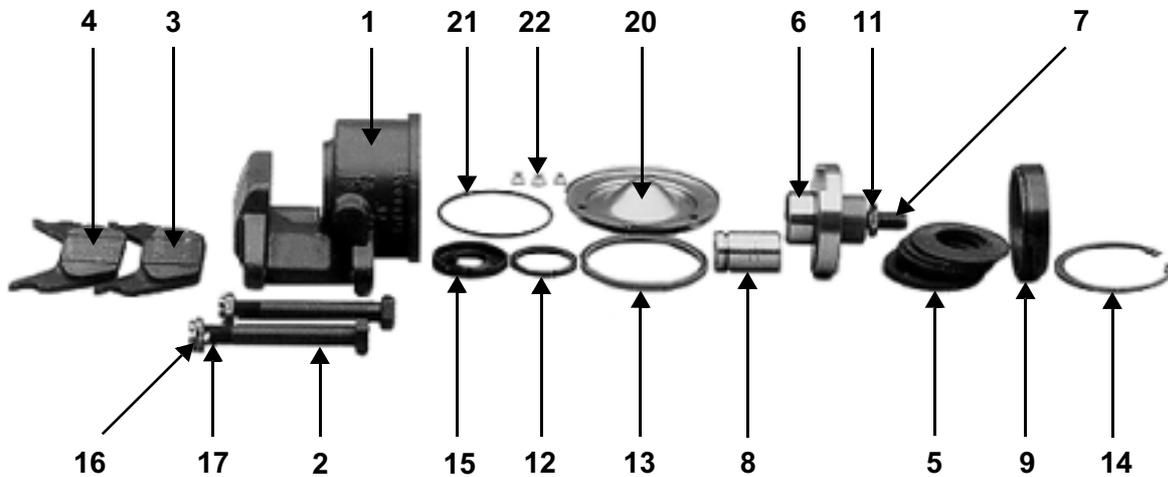

Bild 3
Bild 3 zeigt die Einzelteile einer Bremsenausführung mit einer Schutzeinrichtung, bestehend aus einem Blechdeckel (20), einem O-Ring (21) und Sechskantschrauben (22).
- Auf den Innenbund - siehe Pfeil - des Blechdeckels (20) den O-Ring (21) - siehe auch Bild 3 - schieben.
- Blechdeckel mit Sechskantschrauben (22) und einem Schlüssel SW 10 an den Bremsattel anschrauben.